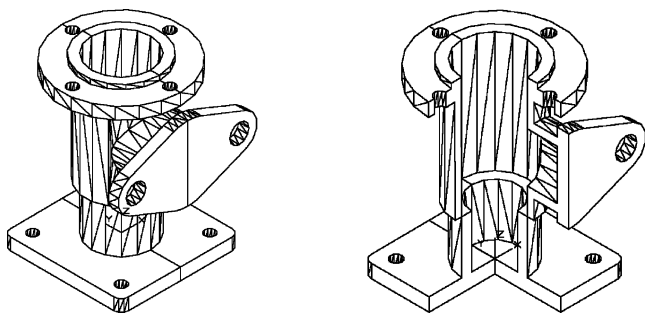

图 9-29 活塞实体模型
- 7) 运用剖切平面命令创建如图 9-29 所示的零件三维对象, 并保存至指定位置。